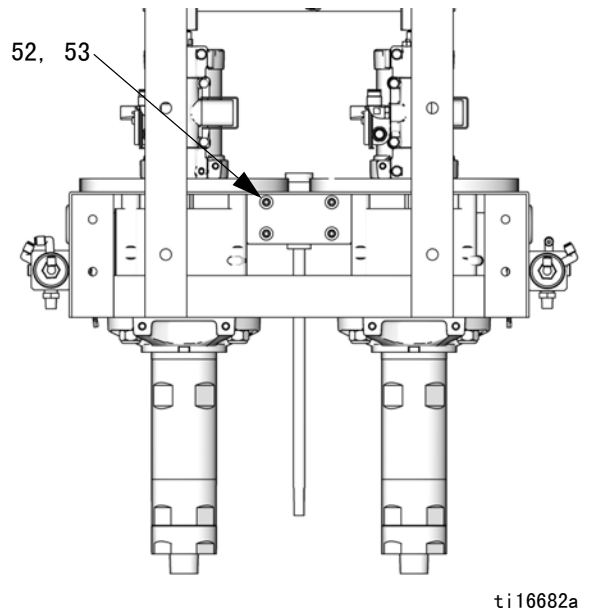

图 25. 泵系统歧管的拆卸
2. 参见图 25，第 31 页。断开流体管路。
3. 抓住混合歧管 (13)，拆卸将混合歧管 (13) 固定在流体板 (101，表系统) 或泵机架 (泵系统) 上的四个螺丝 (52) 和垫圈 (53)。